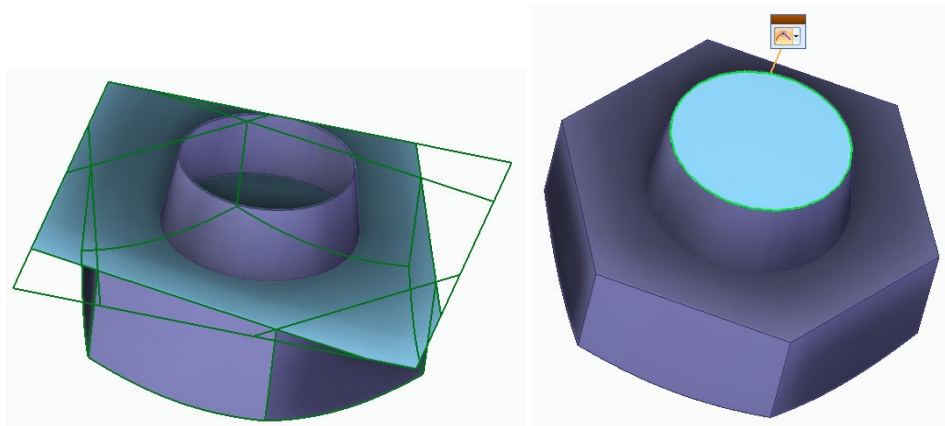

Рис. 2.8. Окончательная обработка поверхностей
4. Поведем окончательную обработку поверхностей с созданием поверхностей по границам, получением замкнутого объема и сшиванием поверхностей в твердое тело, см. рис. 2.8.